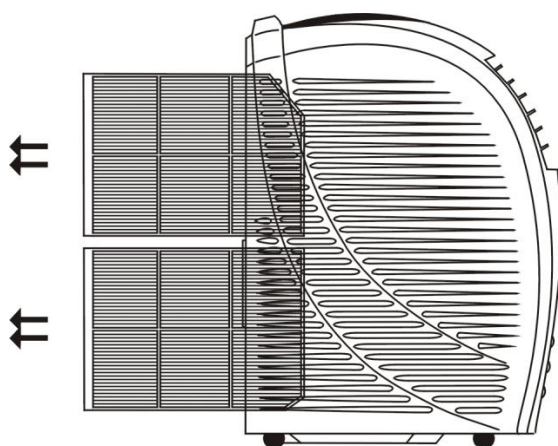

Fig. 14
1) Saque el filtro de aire. Fig.14.